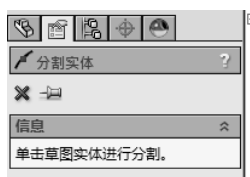

图 3-29 分割实体操控板
- [3] 单击【工具】/【草图工具】/【分割实体】，打开分割实体操控板，如图 3-29 所示。